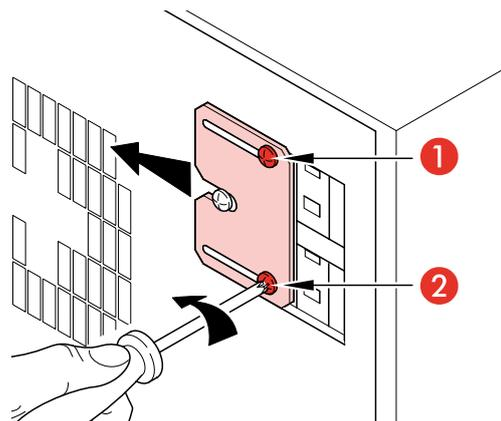

Fig. 5.
1. Desserrez les vis **1** et **2** de la figure 5 sans les dévisser entièrement